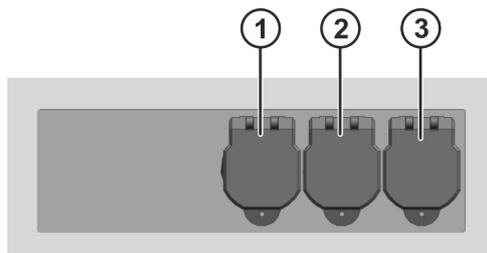

图 13-2: KLI 接口接线面板（示例）
- 4 KLI 接口接线面板 (设备安装板隔层的高度) (>>> 图 13-2)